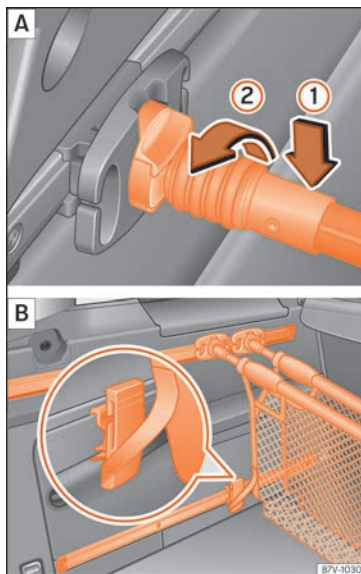

Fig. 174 Enganche la red para el equipaje A y utilícela como bolsa B.
Coloque por arriba la varilla de sujeción en el soporte para la red del equipaje »» **fig. 174**
- Enganche la cinta de fijación de la red para equipaje por debajo en uno de los elementos de fijación móviles » » » fig. 174 B.